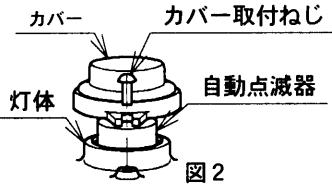

図2
●コンクリート柱に取り付ける場合（ $\phi 190 \sim \phi 350$ まで）（図2）
② 自動点滅器のカバーを外してください。（図2）